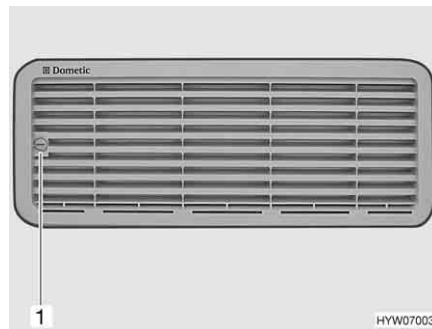

Bild 130 Kühlschrank-Lüftungsgitter (Dometic klein)
- Schraube (Bild 130,1) mit Hilfe einer Münze eine viertel Umdrehung drehen.